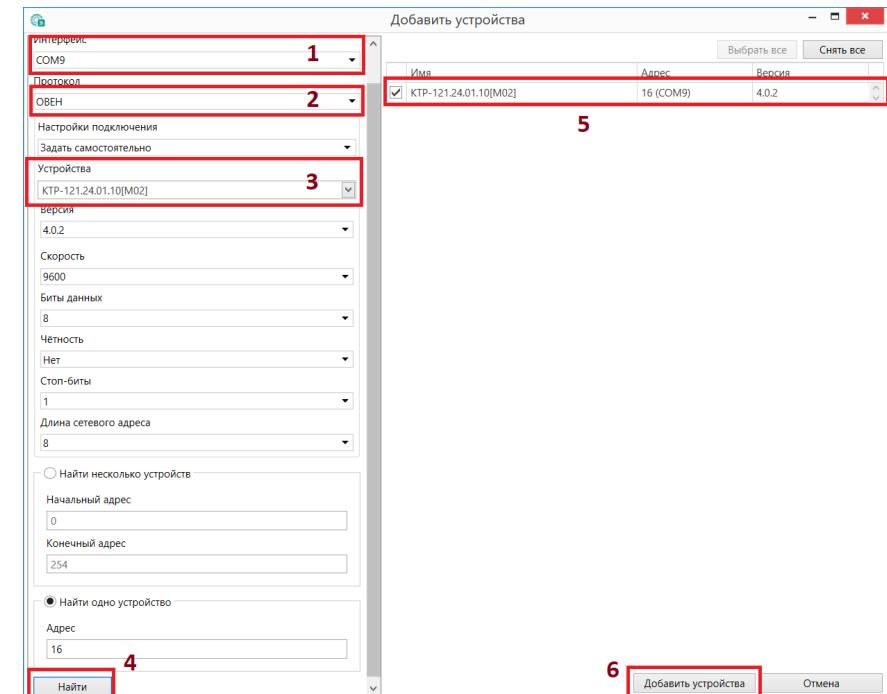

Рисунок 6.1 – Настройки связи с устройством
6. Выбрать интерфейс «Устройство с последовательным интерфейсом USB» (см. рисунок 6.1, 1). Номер СОМ порта, присвоенный прибору можно узнать в Диспетчере устройств Windows.
7. Выбрать протокол **ОВЕН** (см. рисунок 6.1, 2).
8. Выбрать устройство (Пункт 3 на рисунок 6.1). Модификация КТР-121 указана на боковой стороне прибора.
9. Выбрать «Найти одно устройство», если добавляется один прибор. Запустить поиск нажатием на кнопку «Найти» (см. рисунок 6.1, 4).
10. Выделить найденное устройство (см. рисунок 6.1, 5).
11. Добавить устройство в проект Конфигуратора по нажатию кнопки «Добавить устройства» (см. рисунок 6.1, 6).
1. Нажать на кнопку **Обновить устройство** в контекстном меню выбранного устройства или в главном меню. Откроется диалоговое окно для смены встроенного ПО устройства. Допускается обновление одного или нескольких устройств. Устройства следует выделить в области устройств (см. рисунок 6.1, 5) и выбрать **Обновить устройство** в контекстном меню или главном меню.